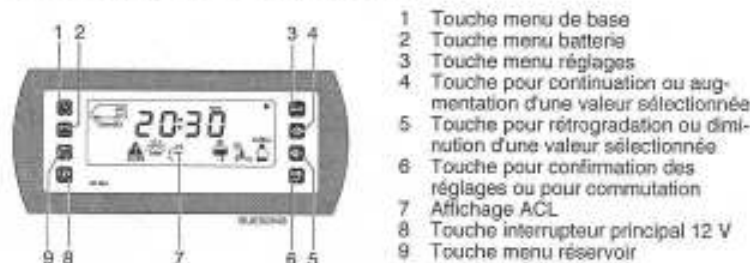

Fig. 114 Panneau de contrôle (DT 220)
L'interrupteur principal 12 V (Fig. 114,8) établit ou coupe le panneau de contrôle et l'alimentation 12 V de la cellule.
Mise en marche : ■ Appuyer sur la touche "12 V" (Fig. 114,8) : L'alimentation 12 V de la cellule est assurée. L'affichage ACL (Fig. 114,7) montre le menu de base et est éclairé pendant 20 secondes. En cas d'alarme, l'affichage d'alarme correspondant apparaît en plus.
Mise hors service : ■ Appuyer sur la touche "12 V" (Fig. 114,8) : L'affichage ACL (Fig. 114,7) s'allume.
■ Appuyer de nouveau sur la touche "12 V" (Fig. 114,8) : L'alimentation 12 V de la cellule est coupée. Comme confirmation, "12 V OFF" apparaît sur l'affichage ACL.
- Appuyer sur la touche menu de base (Fig. 114,1) : L'heure et le cas échéant d'autres symboles s'affichent.
- Appuyer plusieurs fois sur la touche menu de base ou sur la touche "+" (Fig. 114,4), afin d'appeler successivement les informations suivantes :
- Appuyer sur la touche menu de base (Fig. 114,1).
- Appuyer sur la touche du menu réglages (Fig. 114,3) pendant plus de 3 secondes.
- Modifier le chiffre clignotant avec les touches "+" et "-" (Fig. 114,4 et 5) et confirmer avec la touche "OK" (Fig. 114,6).
- Appuyer sur la touche de menu réglages (Fig. 114,3) pendant plus de 3 secondes.
- Activer ("ON") ou désactiver ("OFF") le dispositif de dégivrage avec les touches "+" et "-" (Fig. 114,4 et 5), ou passer en mode automatique ("AUTO"), et confirmer avec la touche (Fig. 114,6).
- Appuyer sur la touche menu batterie (Fig. 114,2) : La capacité utile restante de la batterie de cellule (en Ah ou %) s'affiche.
- Appuyer plusieurs fois sur la touche menu batterie ou sur la touche "+" (Fig. 114,4), afin d'appeler successivement les informations suivantes :
- Courant de charge pour la batterie de cellule (A)
- Tension de la batterie de cellule (V)
- Tension de la batterie de démarrage (V)
- ▷ Pour passer de l'affichage en Ah à celui en % : Appuyer sur la touche "OK" (Fig. 114,6).